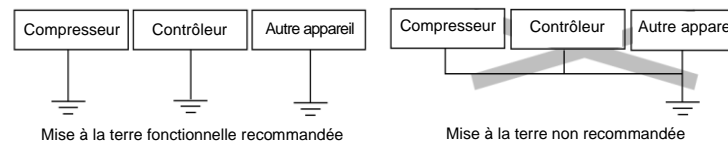

Figure 6
- Le point de mise à la terre doit être près du contrôleur pour réduire la longueur de câble. Voir Figure 6 ci-dessous pour référence.